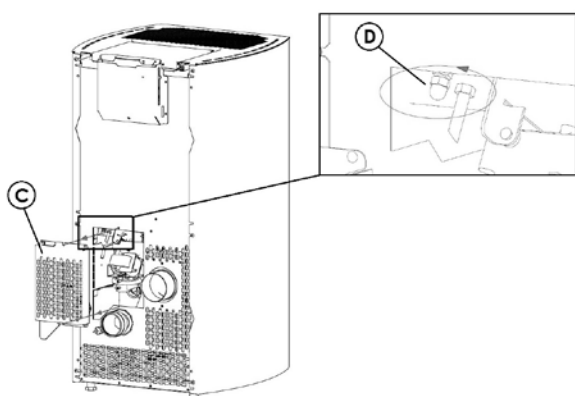

Fig. 81 - Retrait du carter
- Retirer le carter d'inspection « C » placé sur le dos de l'appareil (voir **Fig. 81**).